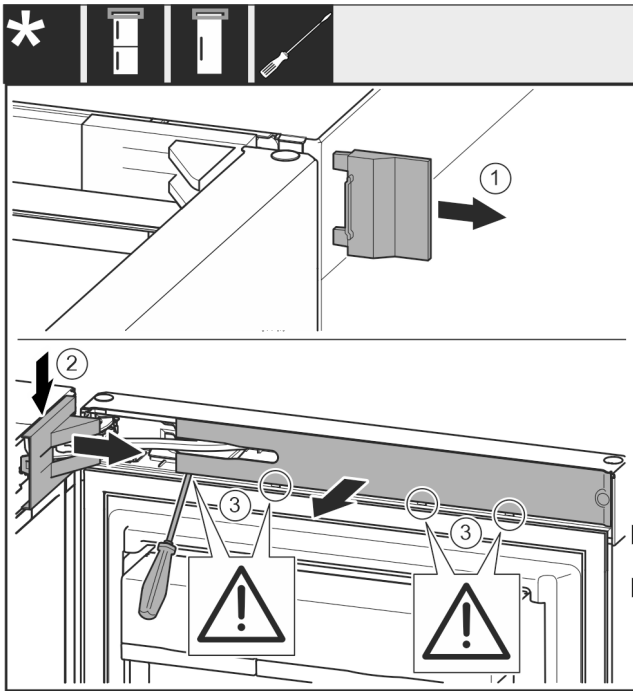

Fig. 5
- Hiqni kapakun mbulues të jashtëm. Fig. 5 (1)
- Nxirrni nga foleja kapakun mbulues të bazamentit mbështetës dhe lirojeni. Hiqni kapakun mbulues të bazamentit mbështetës. Fig. 5 (2)
- Nxirrni nga foleja shiritin mbulues me një kaçavidë dhe shtyjeni anash. Fig. 5 (3)